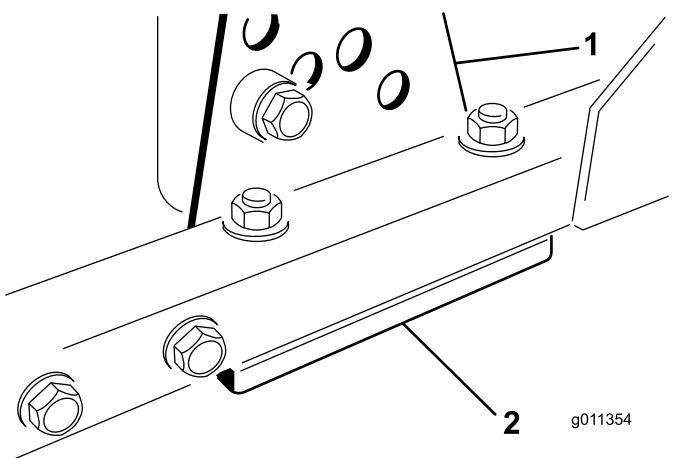

図 73
1. 刈り高ブラケット前、左、右のうち1つをデッキのフレームから外す図73。
2. デッキフレームとブラケットとの間に厚さ1.5mmまたは0.7mmのシム、場合によってはこれらの両方を挿入して、希望する刈高を達成する図73。